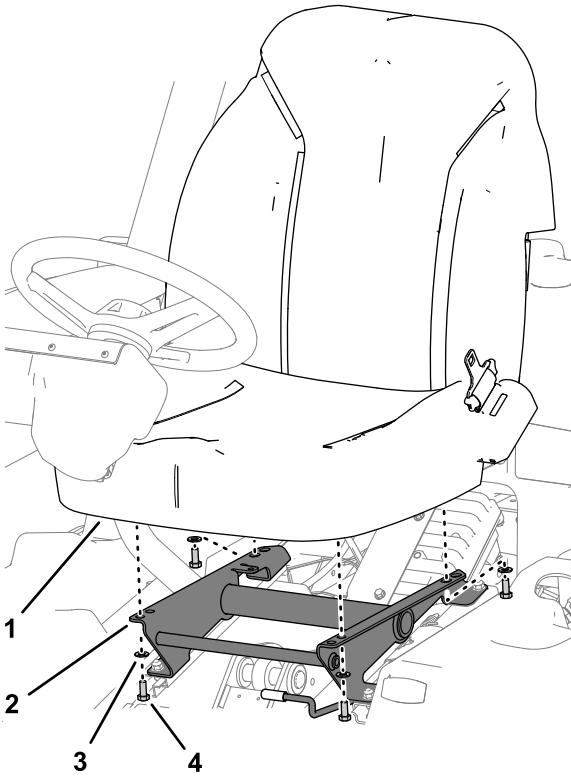

図 4
3. 先ほど外したボルト4本とワッシャを使って運転席をシートベースに取り付ける図 4。